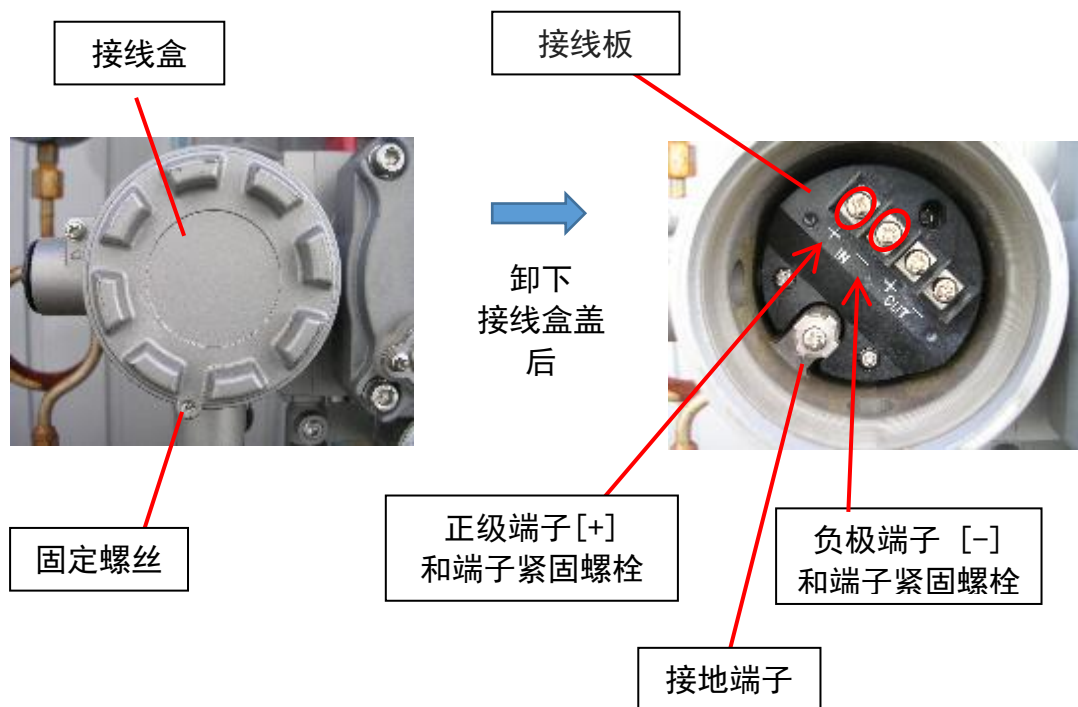

图 15
*端子接线方式（见图 15）
- ① 拆下接线盒的固定螺钉（使用六角扳手），然后拆下接线盒盖。
- ② 请将位于接线盒中的接线板的正极端子连接到外部输入线的正极线上。（如果是负极端子，请将负极端子连接到外部输入线的负极线上）。为保护定位器，请接地端子。连接时，请将端子紧固螺栓拧紧，以免出现连接故障。
- ③ 连接外部线路后，请盖上接线盒盖并拧紧固定螺钉。（推荐拧紧力矩： $0.25\text{N}\cdot\text{m}$ ）